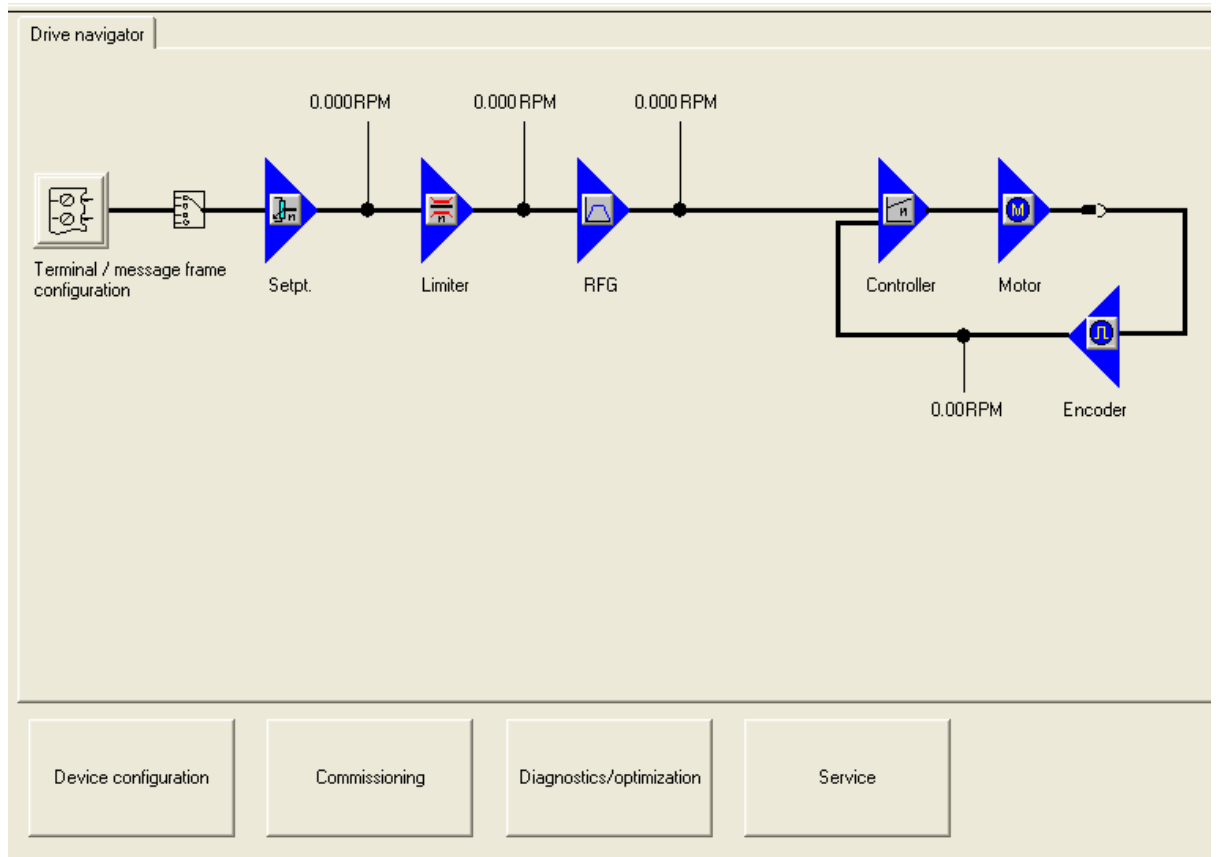

Рисунок 3.13 – Функциональная схема привода
3.1.4 После выбора пункта «Drive navigator», откроется функциональная схема привода (рисунок 3.13). При нажатии на функциональные блоки они раскрываются, для просмотра и изменения текущих настроек привода.